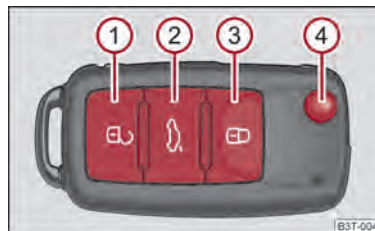

Abb. 25 Funkschlüssel
- Drücken Sie die Taste ② ⇒ Abb. 25 etwa 0,5 Sekunden lang. Weitere Informationen ⇒ Seite 38.
- Drücken Sie die Taste ② ⇒ Abb. 25 etwa 1 Sekunden lang. Weitere Informationen ⇒ Seite 38.
- Drücken Sie die Taste ② ⇒ Abb. 25 etwa 1 Sekunden lang. Weitere Informationen ⇒ Seite 40.
- Drücken Sie die Taste ② ⇒ Abb. 25 etwa 1 Sekunden lang. Weitere Informationen ⇒ Seite 41.